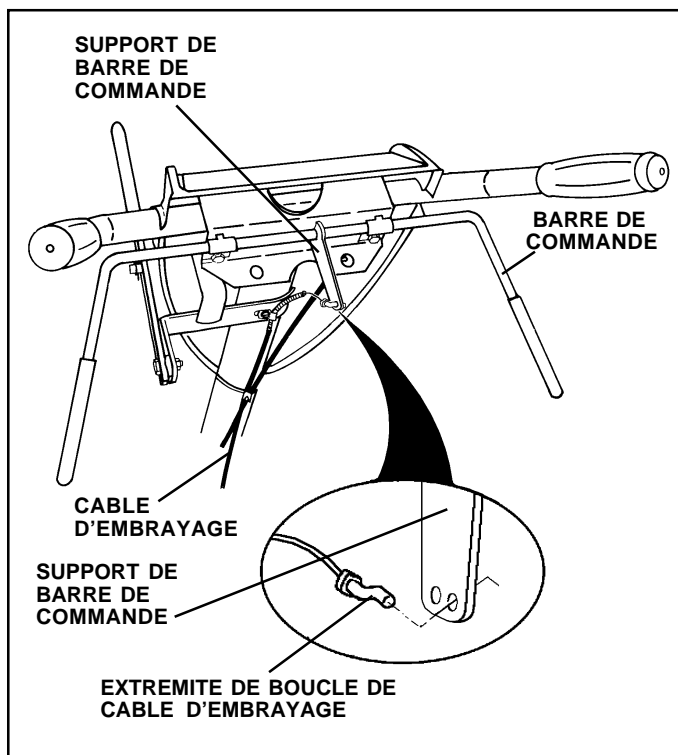

FIG. 6
## ATTACHER LE CABLE D'EMBRAYAGE (Voyez la Fig. 6)
- Assurez que l'indicateur de levier de changement de vitesse est en position point mort ("N") (Voyez la Fig. 6).